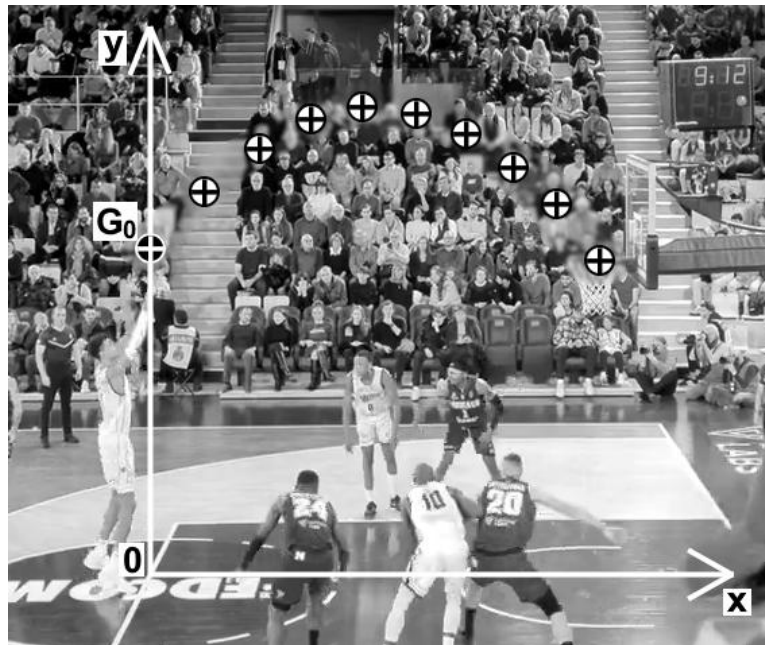
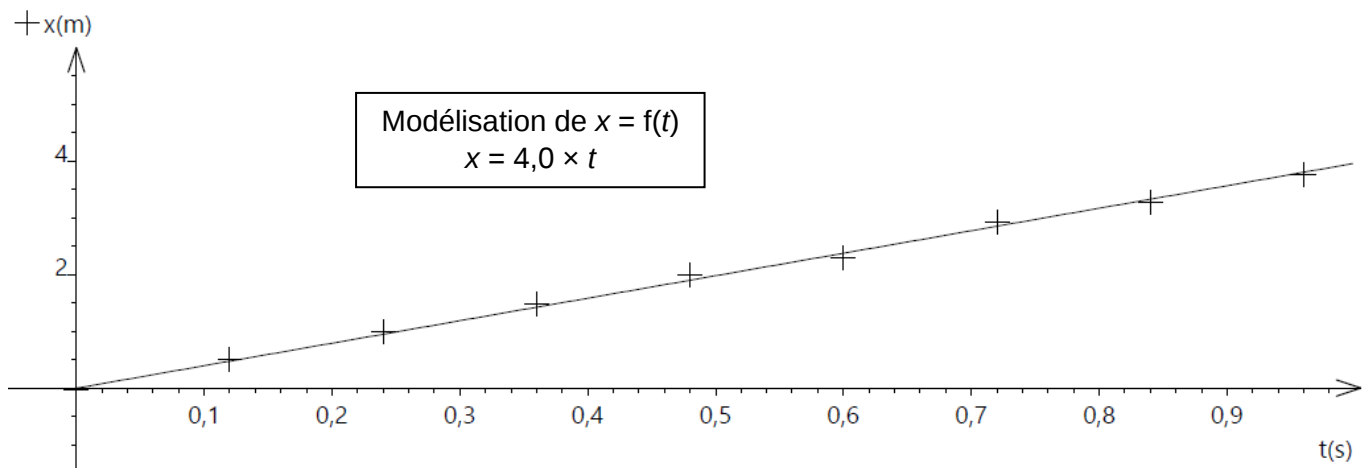

Figure 1 – Chronophotographie du lancer franc
Figure 2 – Évolution de la coordonnée x du ballon en fonction du temps t
Victor Wembanyama, célèbre joueur français de basket, évoluait au Metropolitans 92 lors du championnat 2022-2023 lorsqu'il a effectué ce lancer franc au cours d'un match contre Monaco (voir figure 1).
La trajectoire du centre du ballon est étudiée dans le plan vertical perpendiculaire au sol passant par la main du basketballeur au moment où il lâche le ballon et par le centre du panier. On utilise le repère (xOy) indiqué sur la figure 1.
À partir de la vidéo du lancer franc, le pointage des positions du centre d'inertie G du ballon permet d'obtenir la chronophotographie de la figure 1. Les données sont traitées par un logiciel pour obtenir les courbes des figures 2 et 3.
- Q.2.** Déterminer, à l'aide de la figure 2, la valeur de la coordonnée v_x du vecteur vitesse $\vec{v}$.